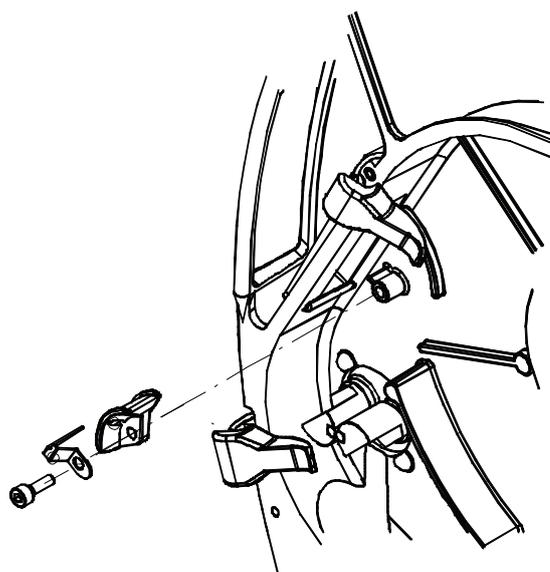

Рис. 10-8
- Отвинтите указатель отсчета и снимите его (Рисунок 10-8).
- Сделайте петлю (М) и S-образный изгиб (L), как показано на рисунке 10-7.
- При необходимости отрегулируйте петлю (М) и S-образный изгиб ленты (L) на оси катушки.
- Установите обратно указатель отсчета (Рисунок 10-8).